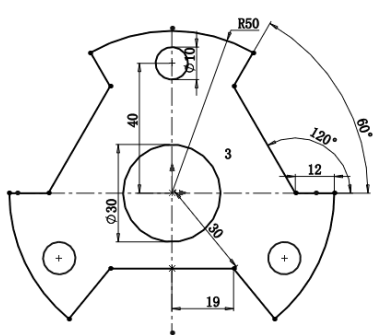

图 2-115 圆周阵列草图
8) 圆周阵列草图。单击“草图”控制面板中的 $\text{Ctrl}+\text{A}$ （圆周草图阵列）按钮，选择直径为 10 的小圆，阵列数目为 3，圆周阵列草图如图 2-115 所示。